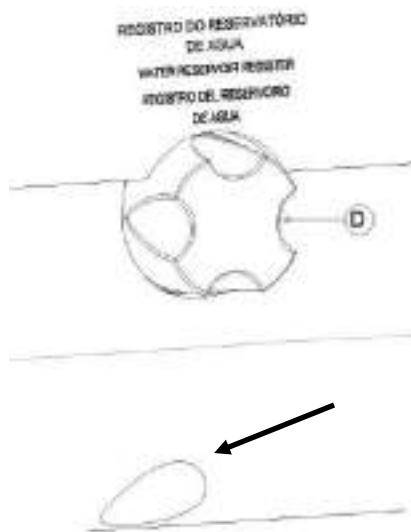

Figura 158 – Dreno
- Para drenar a água do reservatório da incubadora com corpo em plástico de engenharia, abra o dreno (D) que está localizado na parte traseira da caixa externa e logo abaixo está a saída de água, que deve ser recolhido em um recipiente. O dreno está indicado na figura 158.